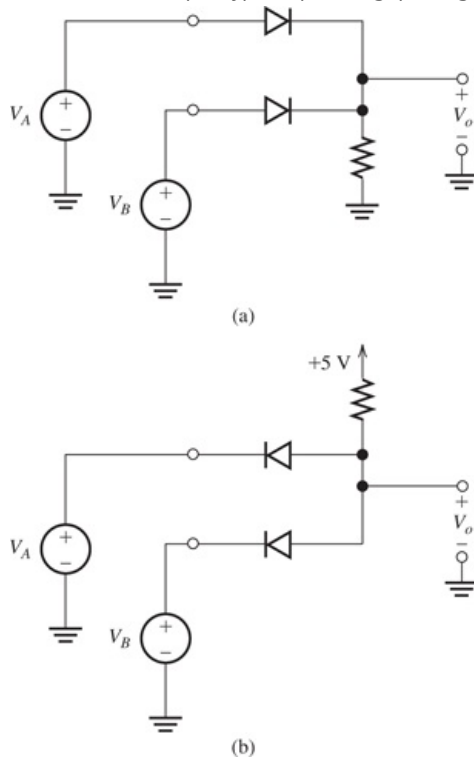

Figure P9.40
- a. Le circuit représenté dans **Figure P9.40(a)** est un type de porte logique. Supposons que les diodes soient idéal. Les tensions V_A et V_B ont indépendamment des valeurs de 0 V (pour la logique 0 ou basse) ou de 5 V (pour la logique 1 ou haute). Pour laquelle des quatre combinaisons de tensions d'entrée la sortie est-elle haute (c'est-à-dire, $V_o = 5$ V) ? De quel type de porte logique s'agit-il ?
- b. Répétez l'opération pour le circuit de **Figure P9.40(b)**.